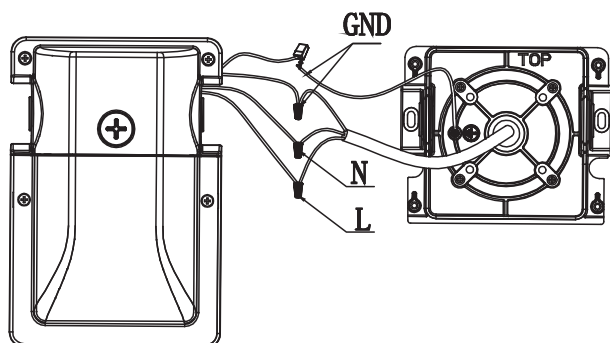
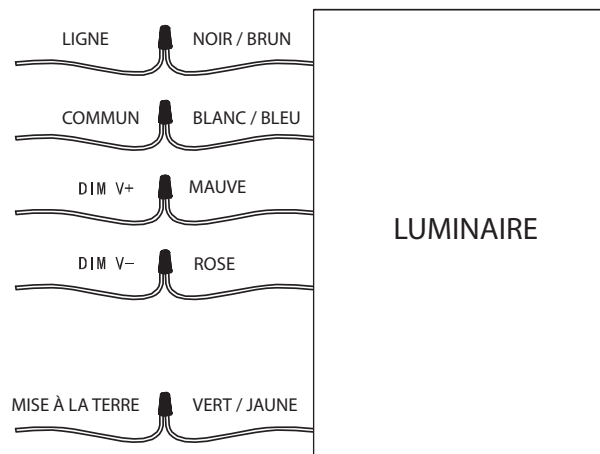

Fig. 7
Fig. 8
7. Faire passer les fils d'alimentation par la plaque arrière du boîtier, comme indiqué à la figure 7. Relier les fils du boîtier aux fils d'alimentation à l'aide de connecteurs de fils homologués UL, conformément au NEC et aux codes locaux (Fig. 8). Pousser tous les fils dans le boîtier.
La tension du pilote permet un fonctionnement de 120V à 277V, 50 ou 60 Hz. Pour la gradation 0-10, suivre les instructions de câblage de la Fig. 8.